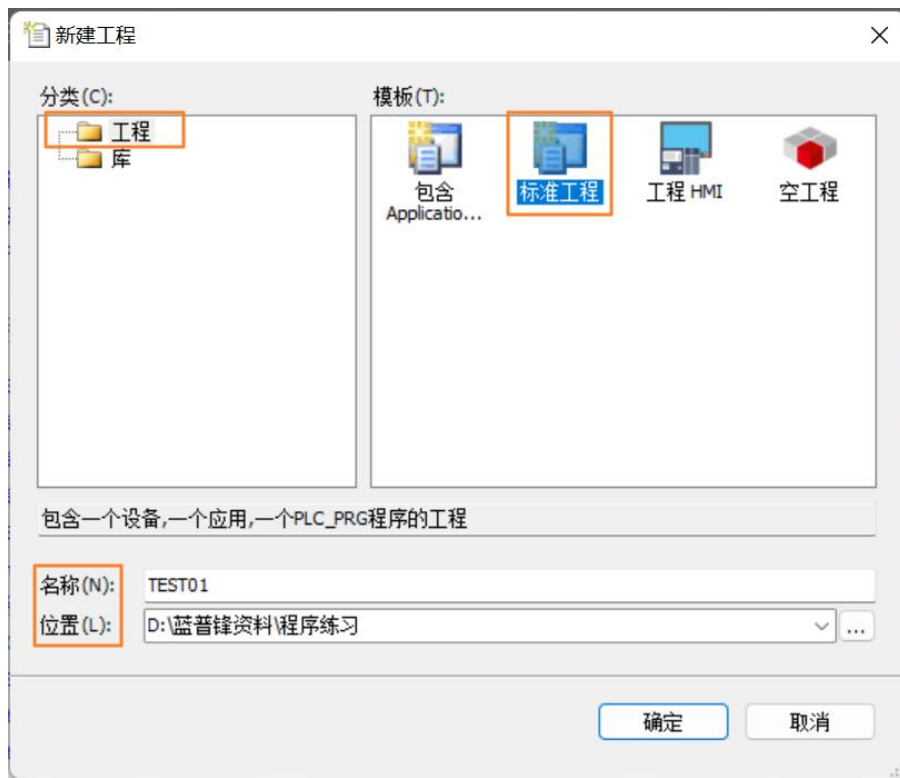

图 1.21 新建工程 (2)
以上新建工程操作后，会弹出“新建工程”对话框，如图 1.21 所示。
在图 1.21 左侧“分类 (C)”栏选择“工程 (Projects)”，右侧“模板 (T)”栏选择“标准工程”选项。通过“名称 (N)”对工程进行命名，通过“位置 (L)” / “...”进行保存路径选择。点击“确定”，弹出“标准工程”对话框，如图 1.23、1.24 所示。